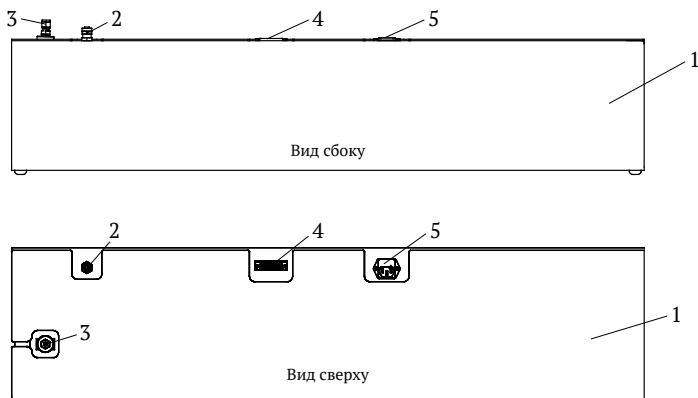

Рис. 3. Внешний вид блока силового:
4.3 Внешний вид силового блока показан на рис. 3.
4.8 Силовой блок состоит из *корпуса 1 (Рис. 3)*, внутри которого расположен штоковый насос приводимый в движение электродвигателем посредством шарико-винтовой пары. Там же расположен блок управления двигателем и блок питания всей системы. Электронная схема системы позволяет управлять двигателем в очень широком диапазоне скоростей, что позволяет получать разные скорости изменения давления.